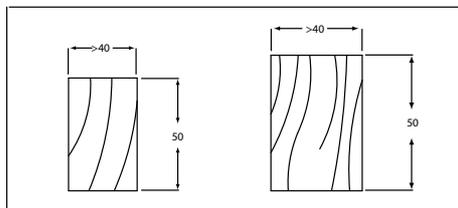

Fig. 7
1.6.3 Esquema de fijación: el panel viene fijado a la estructura del techo (listones de madera y/o metálicos) (Ver Fig. 7 y 8).